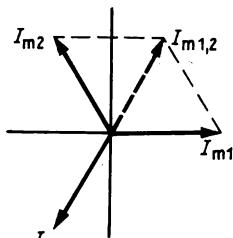

Bild 133
10.5 Die Stromstärke eines Wechselstromes ist eine sich sinusförmig ändernde Größe wie die Elongation bei der mechanischen Schwingung. Die resultierende maximale Stromstärke (aus $I_{m1,2}$ und I_{m3}) ist Null (Bild 133). Das bedeutet: die resultierende Stromstärke ist zu allen Zeiten Null.